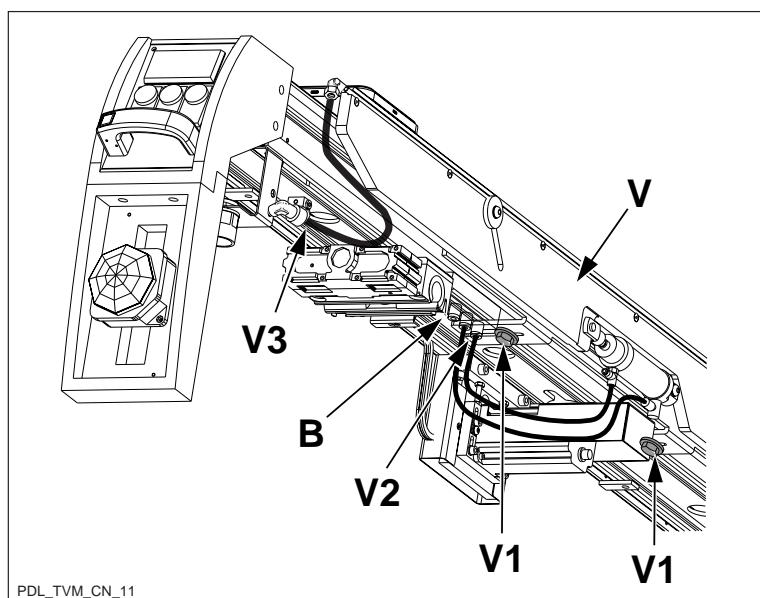

Fig. 16
- smontare i dispositivi di aiuto carico: allentare le viti V1 (Fig. 16), smontare i tubi pneumatici V2 - V3 ed estrarre le barre di aiuto carico V